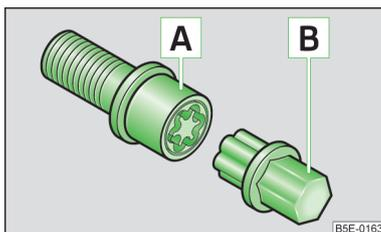

Abb. 165
- › Den Adapter **B** » Abb. 165 mit seiner verzahnten Seite bis zum Anschlag so in die innere Verzahnung der Anti-Diebstahl-Radschraube **A** stecken, dass nur noch der äußere Sechskant herausragt.